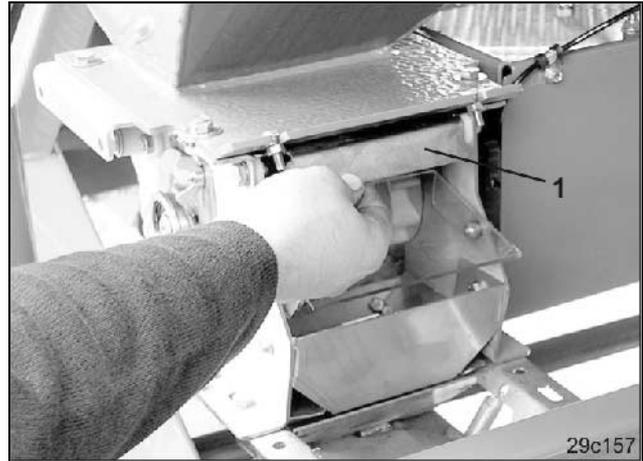

Fig. 57
- Fermez la trappe (Fig. 57/1) pour que la semence ne puisse pas s'échapper de la trémie.
- La figure (Fig. 57) montre la trappe ouverte.
**Ouvrez la trappe (Fig. 57/1) !**